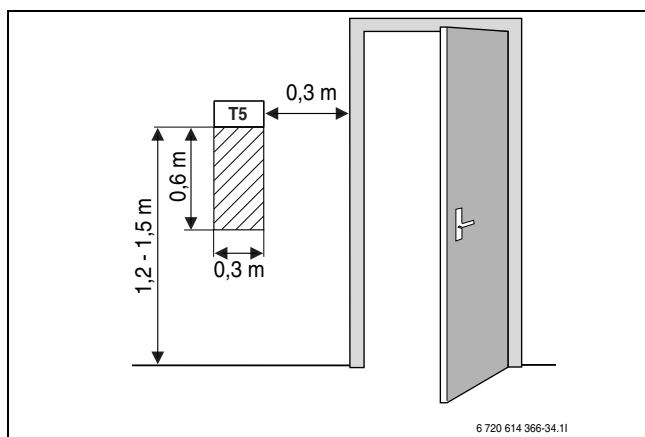

Bild 33 Empfohlener Montageplatz für den Raumfühler
- Unbehinderte Zirkulation der Raumluft unter dem Raumfühler (die ununterbrochene Fläche auf dem Bild 33 ist freizuhalten).